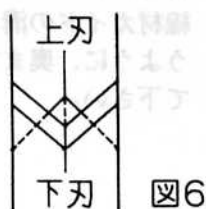

図6
- ・ 刃を取り付けた後、図6のように上刃と下刃がずれていない事を確認して下さい。